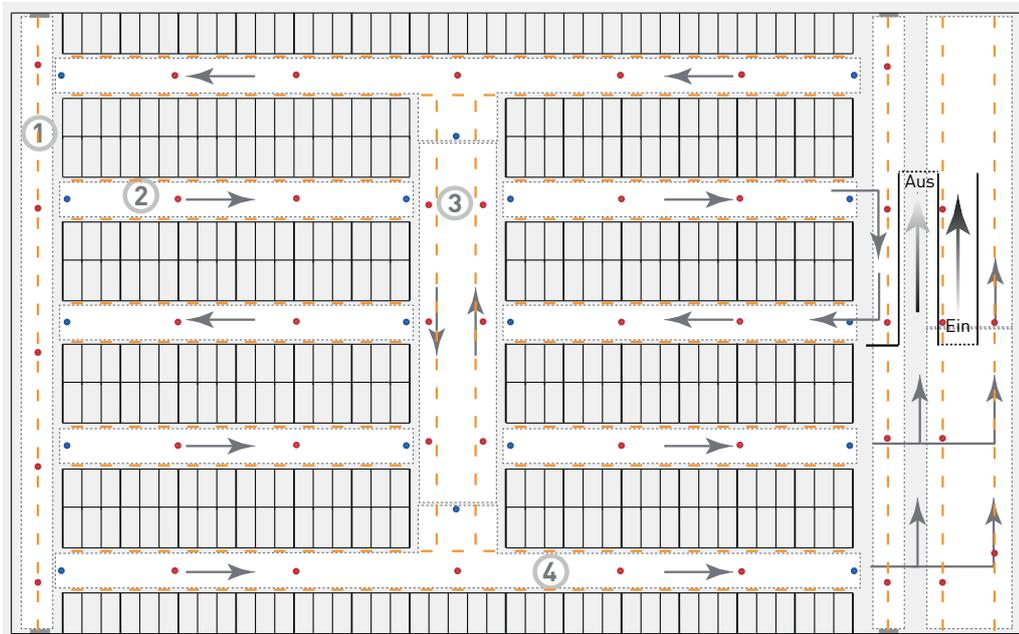

Figure 9:
Die Parkbox-Bereiche (siehe Abbildung 9, Bereiche 1 und 3) und Querwege (Abbildung 9, Bereiche 2 und 4) werden einzeln geschaltet. Insbesondere der Eintritt von Personen
- 62 DALI-Teilnehmer (siehe Abbildung 9).
- Für die Fahrwege vom **Typ 1** und vom **Typ 3** sowie die 6 Parkbox-Bereiche vom **Typ 2** werden jeweils alle Leuchten und Sensoren einer Gruppe zugeordnet (siehe Abbildung 9 auf Seite 19).